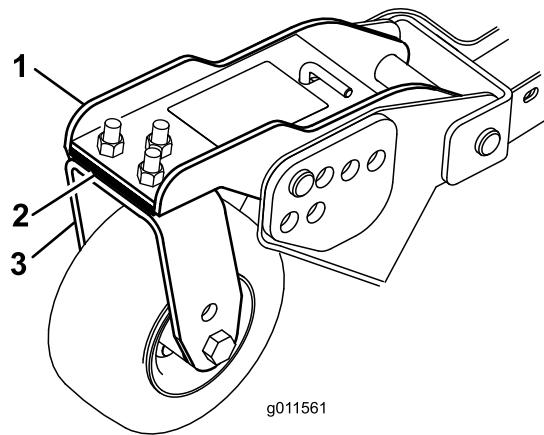

Bild 75
- Entfernen Sie die Schrauben und Muttern, mit denen das vordere Laufrad an der Laufradgabel befestigt wird (Bild 75).